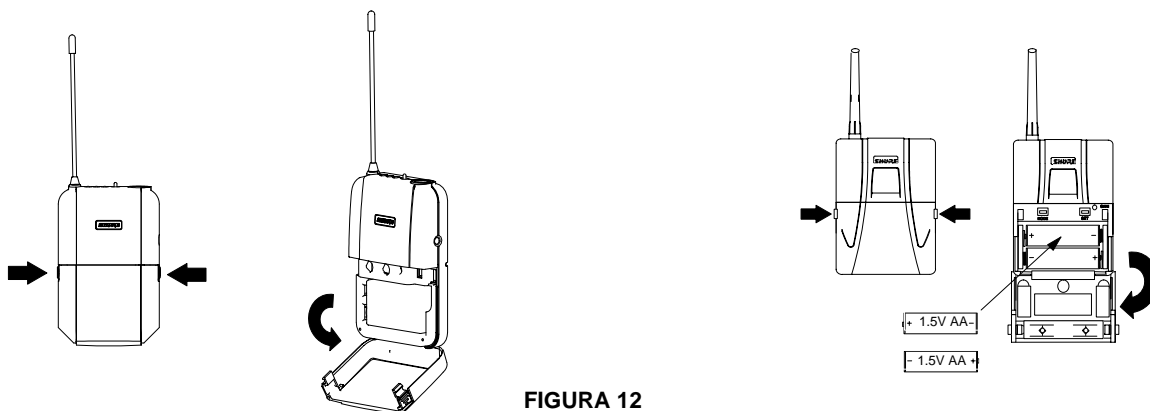

FIGURA 12
2. Aprite il coperchio dello scomparto delle pile comprimendone le due linguette ai lati e girandolo verso il basso. Vedi Figura 12.